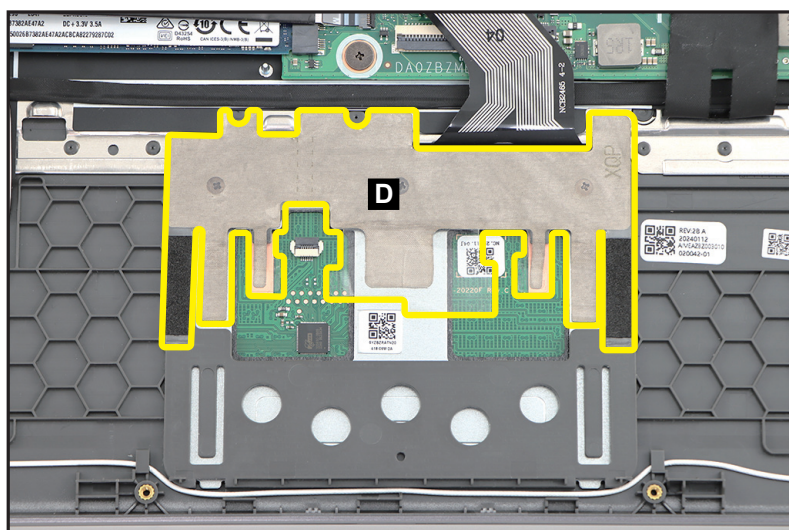

Figure 1-22. Retrait du module du pavé tactile
4. Soulevez et maintenez le circuit imprimé souple du clavier. Puis détachez le ruban conducteur (D) du module du pavé tactile et de l'ensemble supérieur (Figure 1-22).